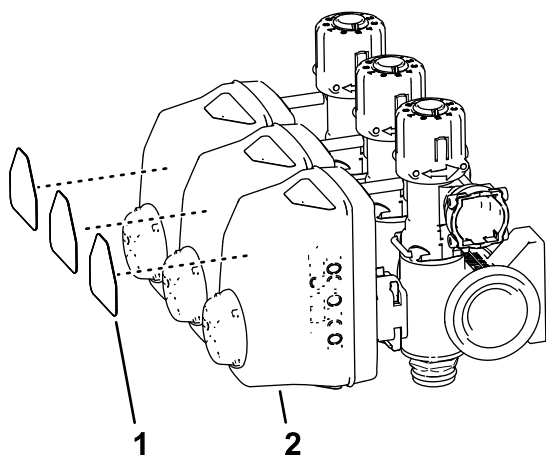

Figura 68
5. Retire os autocolantes dos acionadores das três válvulas de secção (Figura 68).